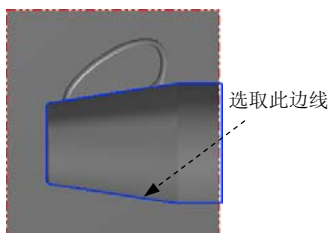

图 21.38 选取切削范围边线
(2) 在 **边界范围** 区域中单击  按钮, 系统弹出“串连选项”对话框。在图形区中选取图 21.38 所示的边线, 单击  按钮, 系统返回至“刀具路径的曲面选取”对话框。
(3) 单击  按钮, 完成加工区域的设置, 同时系统弹出“曲面精加工等高外形”对话框。